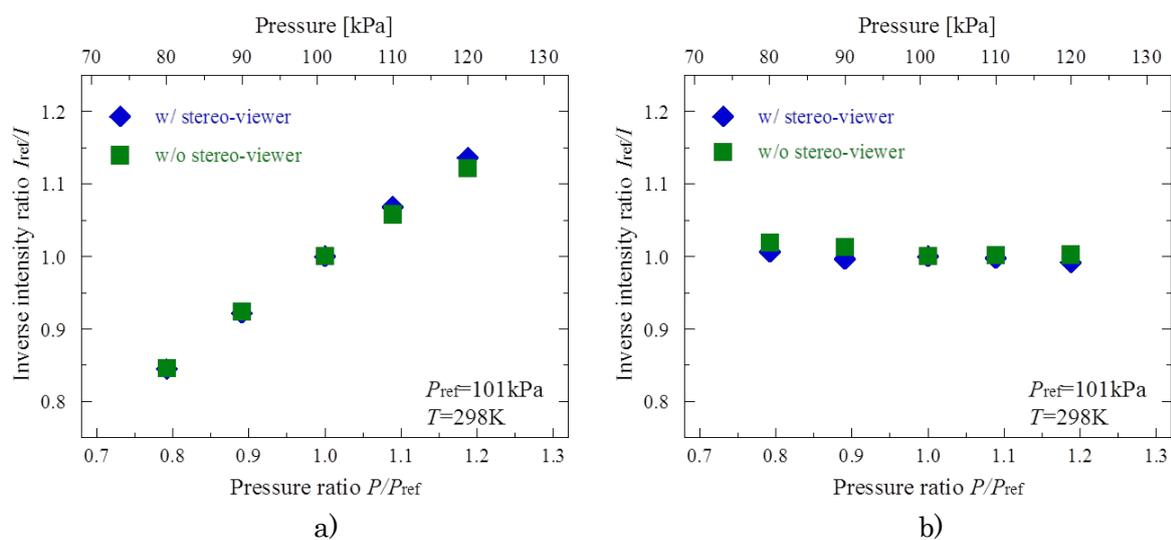

図 3: ステレオビューアを用いた圧力感度試験; a) PSP 画像(PtTFPP) b) TSP 画像 (Lumidot)
③:ステレオビューアの有無による影響の調査に使用 (図 3)